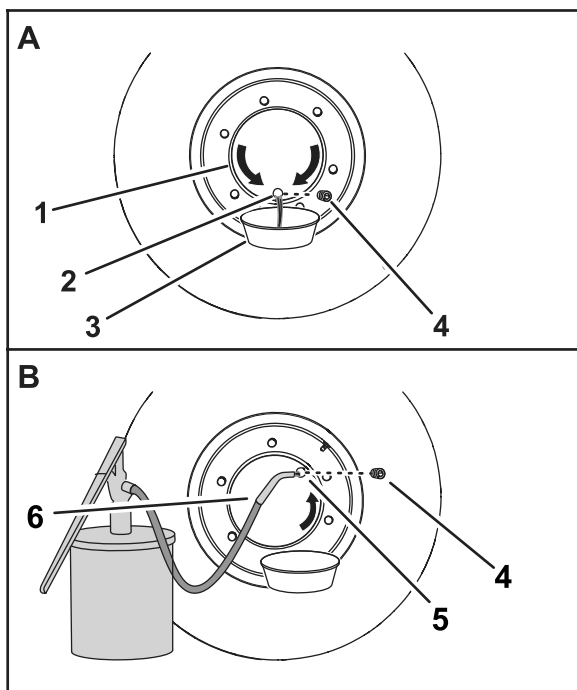

Figura 96
3. Mueva la máquina hacia adelante o hacia atrás hasta que el tapón esté en la posición de las 6 (Figura 96).
- Coloque un recipiente debajo del orificio de aceite del cubo de la rueda (Figura 96).
- Retire el tapón y drene el aceite del planetario (Figura 96).
- Mueva la máquina hacia adelante o hacia atrás hasta que el tapón esté en la posición de las 2 (Figura 96) o las 10.